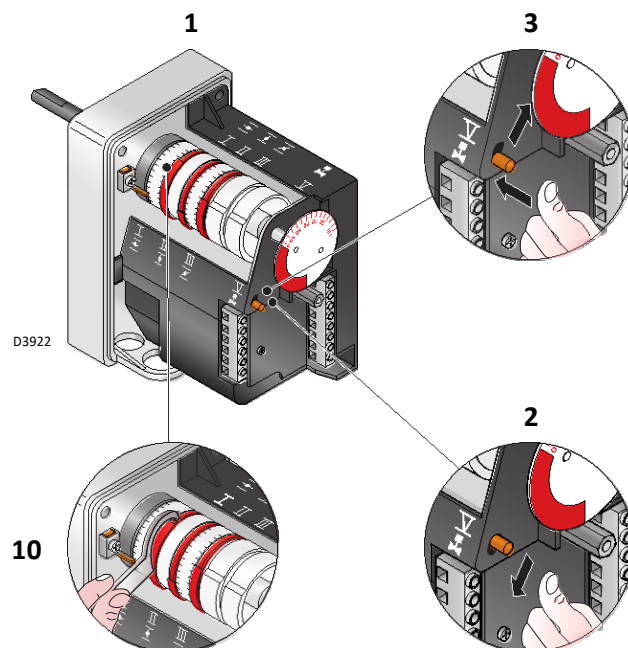

Рис. 31
- Для любой необходимой регулировки кулачка III, особенно для небольших перемещений, используйте специальный ключ 10)(Рис. 31), который удерживается на месте под сервоприводом с помощью магнита.
Обозначения (Рис. 31)